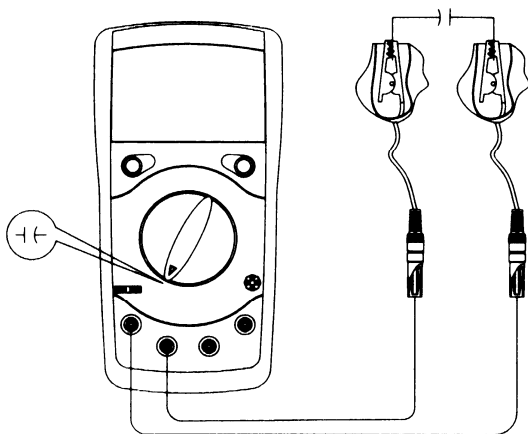

Рис.5
**С. UT-603: Измерение емкости конденсаторов (рис.5)**